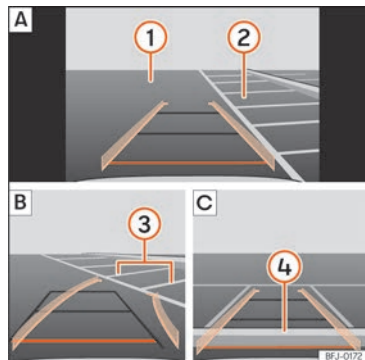

Fig. 144 Visualización en la pantalla del sistema de infotainment: aparcamiento con el asistente de marcha atrás.
Legenda de la »» **fig. 144:**
- Sitúe el vehículo delante del hueco de aparcamiento >>> **fig. 144** 2 **A**.